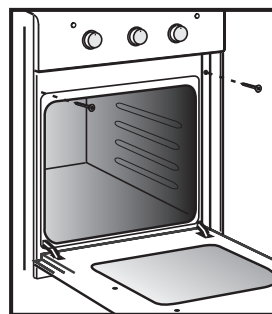

Рис. 14
- Духовка устанавливается на дно ниши и закрепляется спереди винтами с шайбами (рис. 14), прилагаемыми в комплекте.